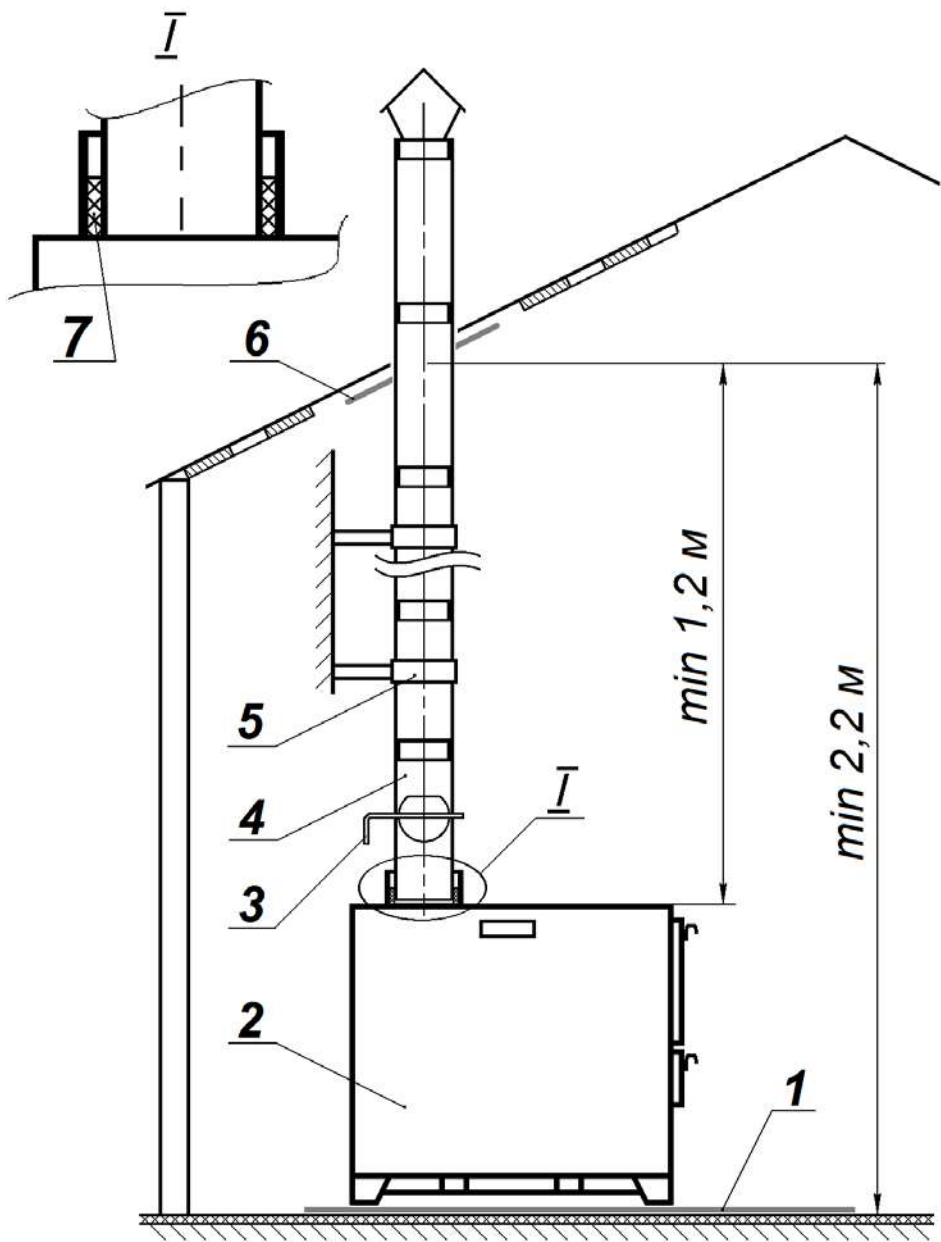

Рисунок 3. Схема монтажа печи и дымовой трубы:
4.5. Расстояние между верхом печи и потолком должно быть не менее 1,2 м, между полом и потолком – не менее 2,2 м (см. рис. 3).
4.6. Печь должна быть разгружена от веса дымовой трубы (поз.5 на рис.3).
4.7. Для защиты потолка на дымоход надевается потолочный проход (поз.6 на рис.3), выполненный из металлического листа толщиной 1 мм, с отверстием по центру.
4.8. Дымовая труба оснащена шибером (поз.3 на рис. 3). Звено трубы с шибером монтируется первым (поз.4 на рис. 3) для удобства пользования.